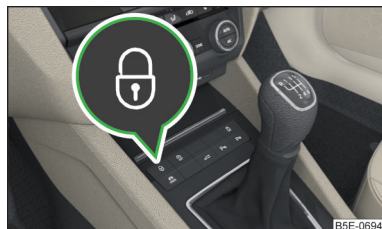

Fig. 51
- » Para **bloquear/desbloquear** la tecla » **fig. 51**.